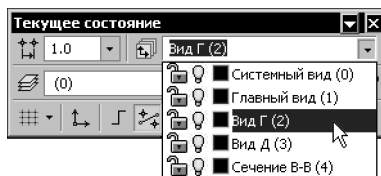

Рис. 49.1. Выбор текущего вида
- ▼ Выберите или введите с клавиатуры номер или название (это зависит от настройки, см. раздел 49.7 на с. 49) нужного вида в поле **Текущий вид** на панели **Текущее состояние** (рис. 49.1), и он станет текущим. Вид, выделенный в списке, подсвечивается в окне документа. Значки перед номером или названием вида показывают его текущее состояние и цвет.
- ▼ с помощью значков, отображающих свойства **Активность** и **Видимость** в списке видов на панели **Текущее состояние** (рис. 49.1); щелчок на значке изменяет значение свойства вида на противоположное.
Отображать имена видов	При включенной опции в поле Текущий вид на панели Текущее состояние (см. рис. 49.1 на с. 45) отображается имя вида, при выключенной — номер.